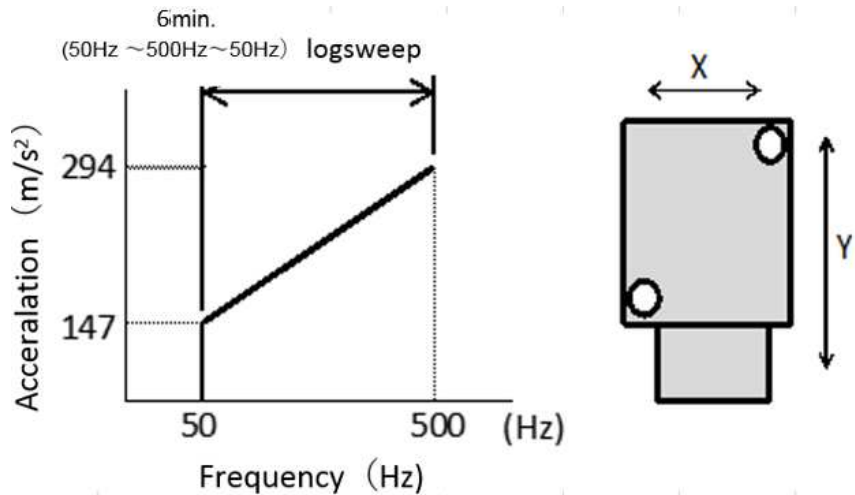

Fig6.振動条件 Vibration conditions
- 5) 振動試験機の電源を入れ Fig6 の条件で振動させる。
- 5) Turn on the vibration test machine and vibrate under the conditions shown Fig.6.